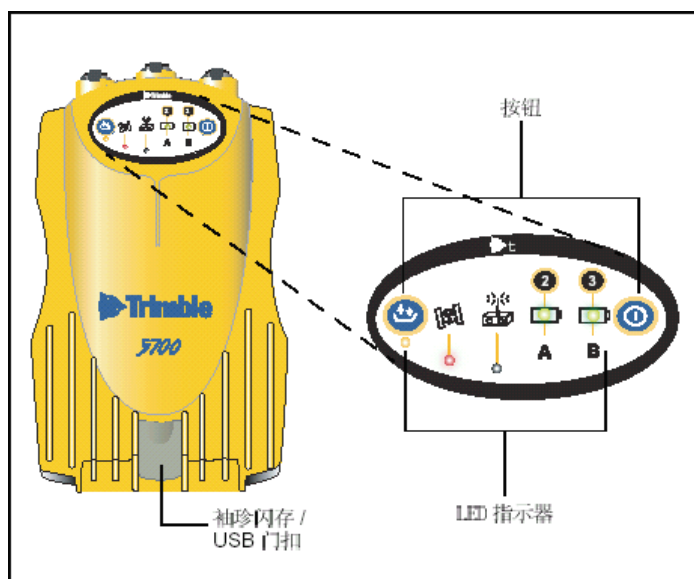

图 2.2
1. **前面板：**图 2.2 示出了 5700 接收机的前面板。此面板上有五个 LED（发光二极管）指示器、两个按钮和一个袖珍闪存/USB 门扣